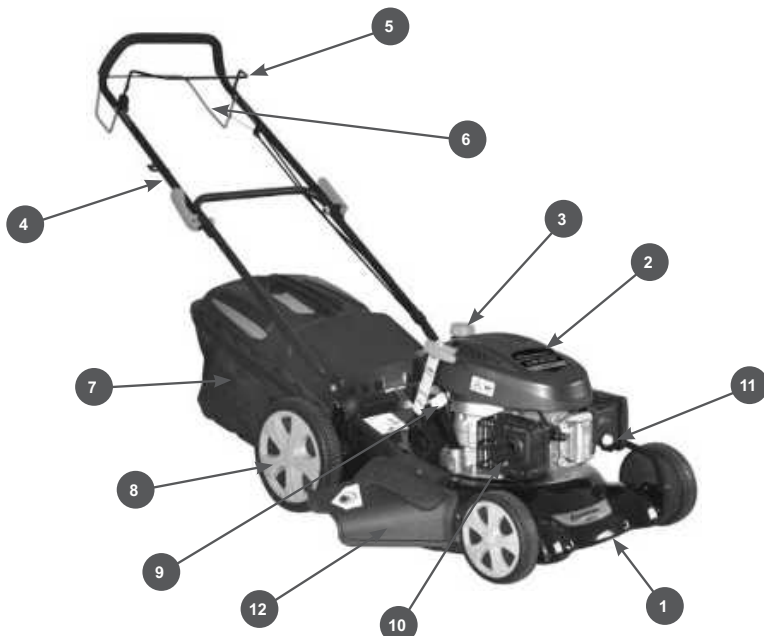

Рис.1 Расположение основных узлов и органов управления
Расположение основных узлов и органов управления показано на Рис.1.
2. Открутите крышку заливной горловины топливного бака 3 (Рис. 1).
Перед запуском двигателя, несколько раз задействуйте рычаг остановки двигателя 5 (Рис.1). Проверьте, чтобы рычаг и трос остановки двигателя работали должным образом.